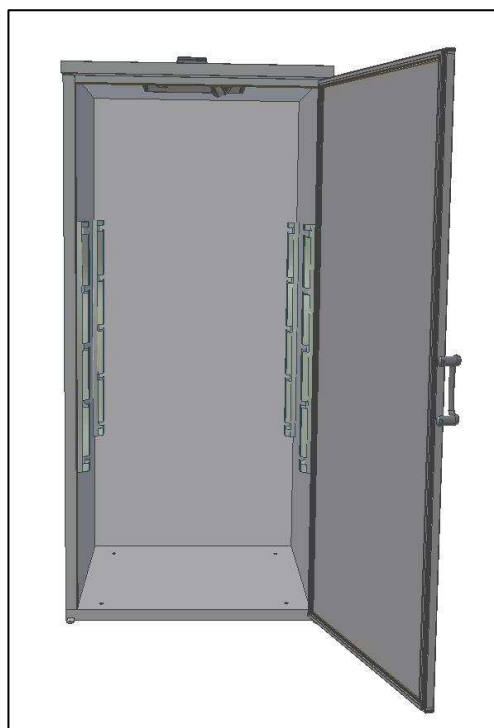

Fig. 13
- Colocar **montantes** nos laterais, direito e esquerdo, no interior do armário (Fig.13);